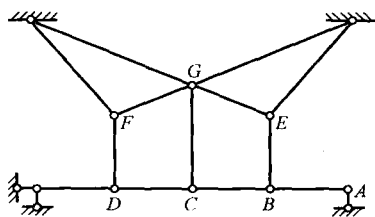

图 1-20 习题 3 图
3. 求图 1-20 所示体系的计算自由度, 并进行几何组成分析。